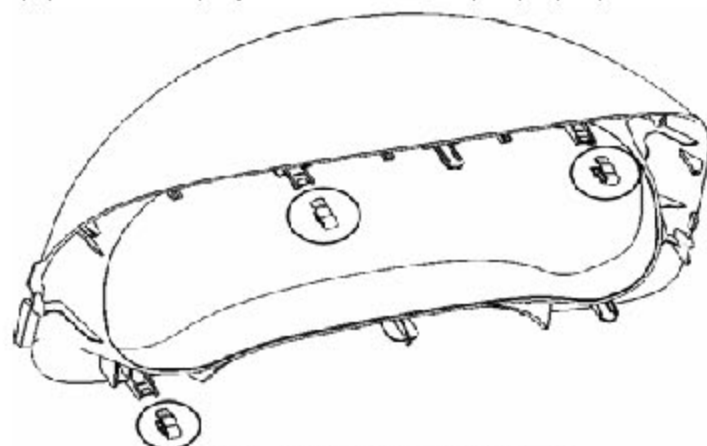

图 35 组合仪表罩背面结构示意图
- 2). 拆卸前请了解产品背面结构，该产品有三个安装卡扣安装在背面（见图 35），其余都是产品本身结构安装。